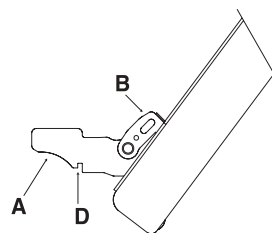

FIGURE 6
- Abra completamente la puerta y levante las 2 palancas "B" (fig.6);